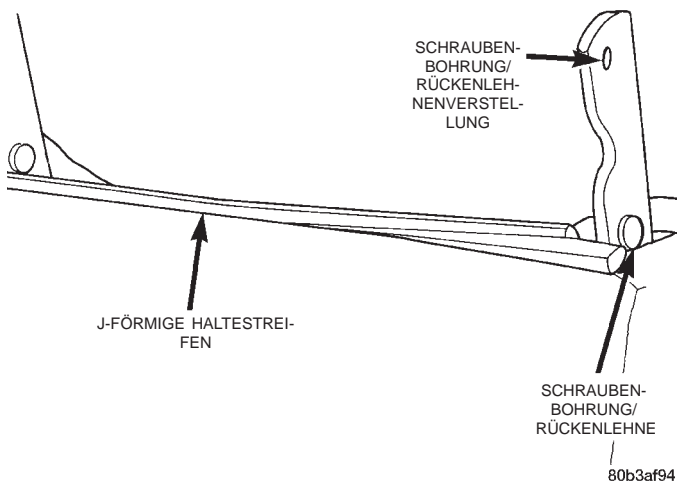

Abb. 47 Rückenlehne ausbauen
- (4) Inneren Schwenkbolzen lösen (Abb. 47).
- (5) Je nach Ausstattung, die Steckverbinder von der Rückenlehne abklemmen.
- (1) Sitz aus dem Fahrzeug ausbauen.
- (2) Kopfstütze abbauen.
- (3) Rückenlehne des Vordersitzes abbauen.
- (4) Je nach Ausstattung, den Verstellgriff der Lendenwirbelstütze abbauen.
- (5) Den J-förmigen Haltestreifen lösen (Abb. 47).